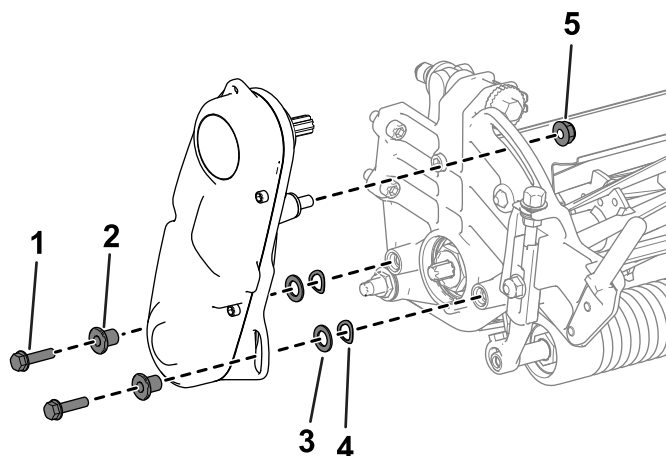

Figura 43
2. Îndepărtați elementele care fixează ansamblul de acionare a cilindrului pe placa laterală (Figura 43).
3. Îndepărtați ansamblul de acionare a cilindrului, aibele plate, aibele grower i distanțierele de pe placa laterală (Figura 43).